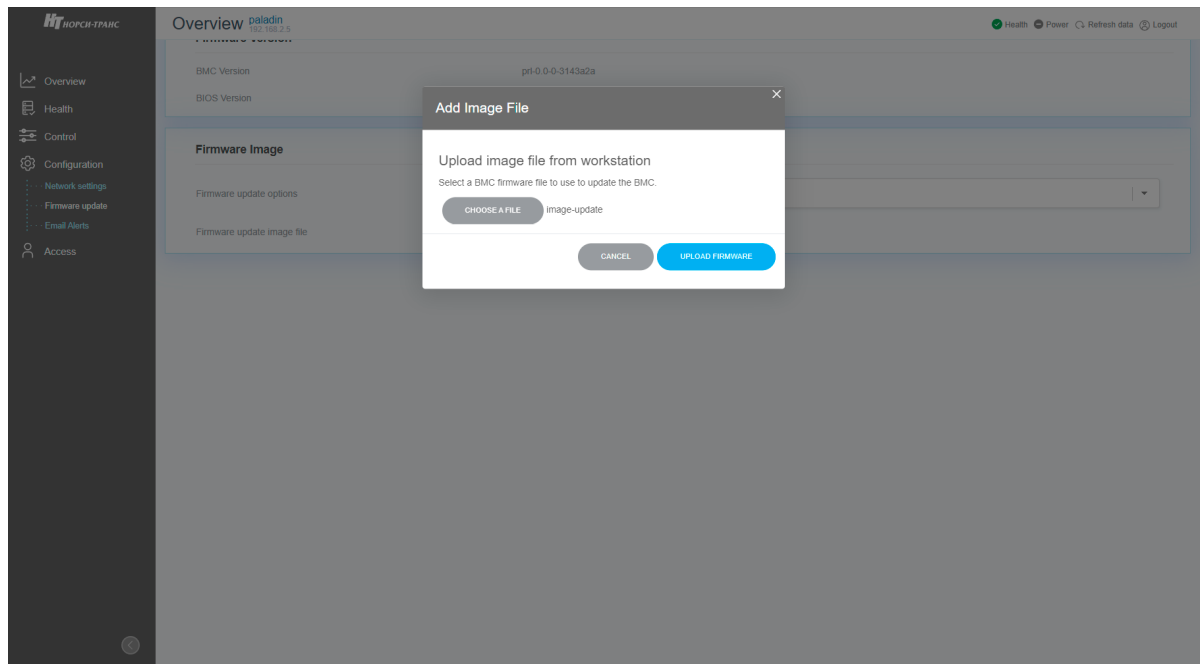

Рис. 78. Окно с активной кнопкой «UPLOAD FIRMWARE»
5) Нажмите на кнопку «UPLOAD FIRMWARE». Окно показано на рис. 78 Окно с активной кнопкой «UPLOAD FIRMWARE»